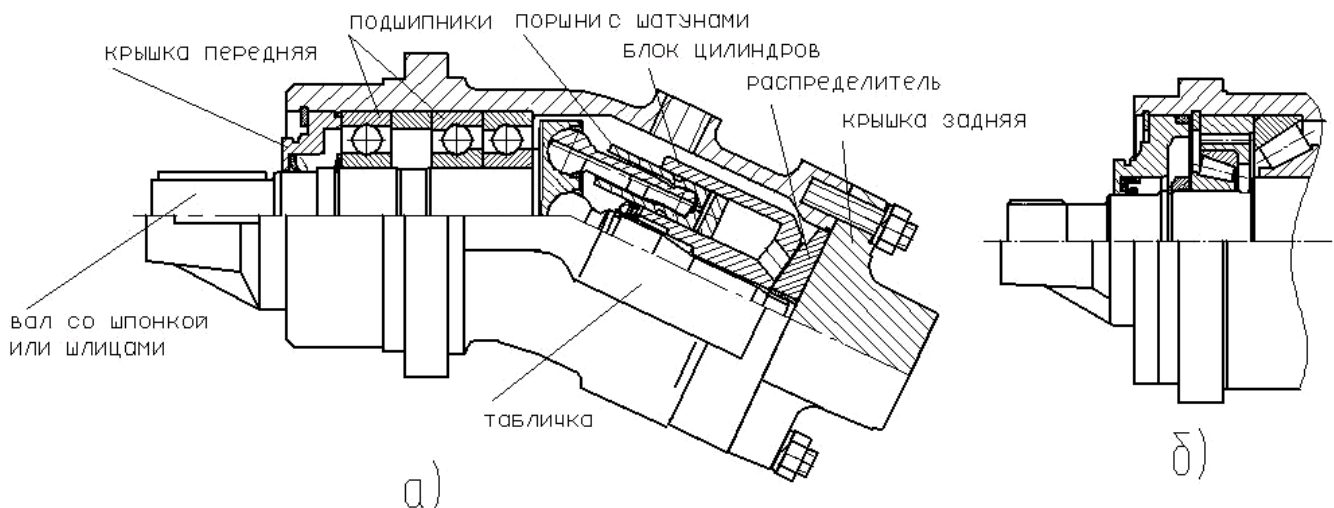

Рисунок 1 – Насос аксиально-поршневой нерегулируемый
1.4.1 Насос состоит из качающего узла, установленного в корпусе и задней крышки. Качающий узел состоит из распределителя и гидравлического узла, в состав которого входят: вал, подшипники и блок цилиндров. Блок цилиндров по сферической поверхности контактирует с распределителем. (см. рисунок 1). Вариант исполнения задней крышки в зависимости от расположения отверстий определяет направление подсоединения трубопроводов.